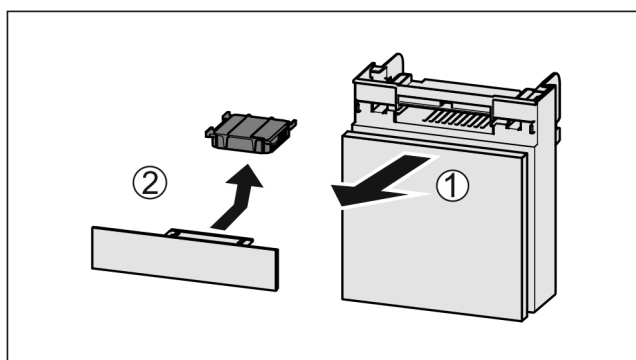

Fig. 45
- ▶ Вытянуть Fig. 45 (1) отделение движением вперед.
- ▶ Извлечение Fig. 45 (2) фильтра с активированным углем.